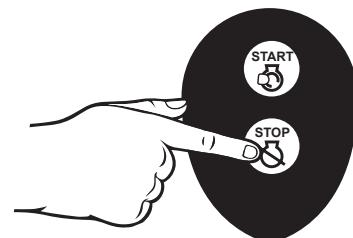

Figure 18 - Arrêt à distance, - Cliquez sur le bouton Stop
5. Pour arrêter la génératrice à distance, il suffit d'appuyer sur le bouton "STOP" de la commande sans fil. (Voir la figure 18)